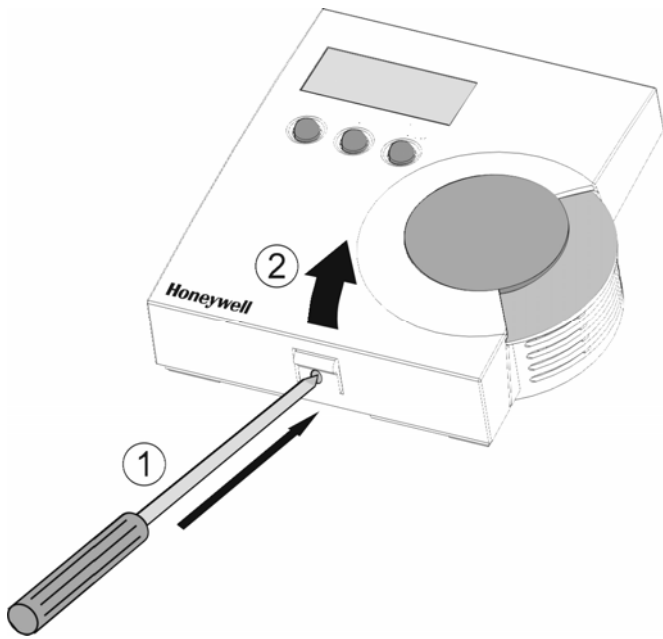

Fig. 5. Ouverture du boîtier
1. Ouvrir le boîtier (voir Fig. 5) en appuyant sur le cliquet au bas du boîtier et démonter le couvercle.